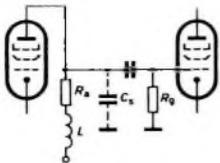

Bild 1. Anhebung der oberen Grenzfrequenz durch Kompensation von C_s durch L
Die Bandbreite eines Verstärkers kann man nicht beliebig vergrößern. Vor allem wird seine obere Grenzfrequenz durch die schädlichen Kapazitäten herabgesetzt. Diese schädlichen Kapazitäten C_s setzen sich bei einem Röhrenverstärker aus der Ausgangskapazität der vorhergehenden und der Eingangskapazität der nachfolgenden Röhre, aus deren Rückwirkungskapazität sowie den unvermeidbaren Schaltkapazitäten zusammen. Da die schädliche Kapazität wechselstrommäßig parallel zum Arbeitswiderstand R_a der Röhre liegt, verringert sie dessen Wert bei hohen Frequenzen und setzt somit die Verstärkung herab. Um diesem Verstärkungsabfall entgegenzuwirken, wählt man in der Breitbandverstärkertechnik den Arbeitswiderstand grundsätzlich verhältnismäßig klein; die Verstärkung fällt dann bei hohen Frequenzen nicht so rasch ab. Zum Heraufsetzen der oberen Grenzfrequenz eines Verstärkers wendet man außerdem einen Kunstgriff an (Bild 1):
Mit der Kompensationsschaltung nach Bild 1 ergibt sich eine Bereichserweiterung in Richtung hoher Frequenzen etwa um den Faktor 1,6. Verwendet man moderne Röhren mit geringen Eigenkapazitäten und großer Steilheit, so erreicht man im günstigsten Fall eine Bandbreite von rund 60 MHz. Allerdings sind dann keine großen Verstärkungen mehr zu erwarten. Der Verstärkungsfaktor fällt nämlich mit größer werdender Bandbreite immer mehr ab. Dies geht auch aus Gl. (1) hervor, mit
Um größere Bandbreiten als 60 MHz zu erreichen, mußte man neue Möglichkeiten suchen. Wie sich die schädlichen Kapazitäten C_s kompensieren lassen, wurde bereits im Bild 1 gezeigt. Um ein möglichst großes S/C_s -Verhältnis zu erhalten, kann man die Röhren parallel schalten, wobei sich die Steilheiten der einzelnen Röhren addieren. Allerdings addieren sich dann auch die Röhrenkapazitäten. Um dies zu verhindern, schaltet man zwischen die Verstärkerrohren sogenannte Laufzeitketten, in die die schädlichen Kapazitäten mit einbezogen und dadurch unwirksam gemacht werden. Das führt zu der Schaltung eines Kettenverstärkers.